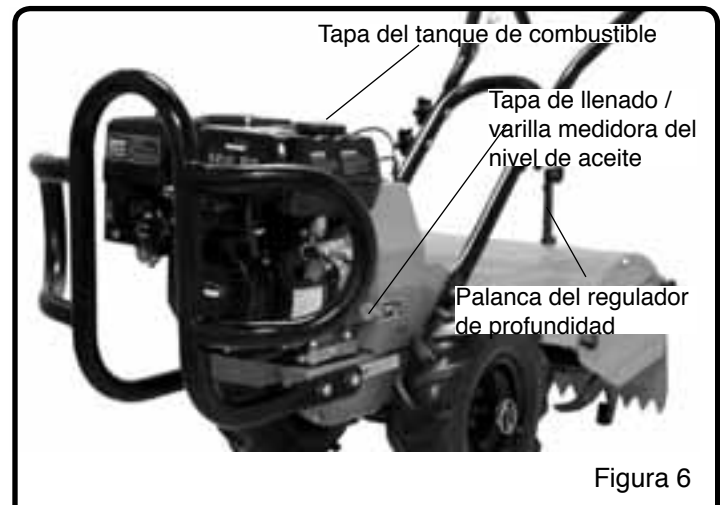

Figura 6
1. Colocar la motocultivadora en una superficie a nivel y asegurarse que la palanca del regulador de profundidad esté en una posición tal que el bastidor principal de la motocultivadora esté a nivel. (Véase la figura 6)
2. Retirar la tapa de llenado / varilla medidora del nivel de aceite y enjuagarla con un paño. (Véase la figura 6)